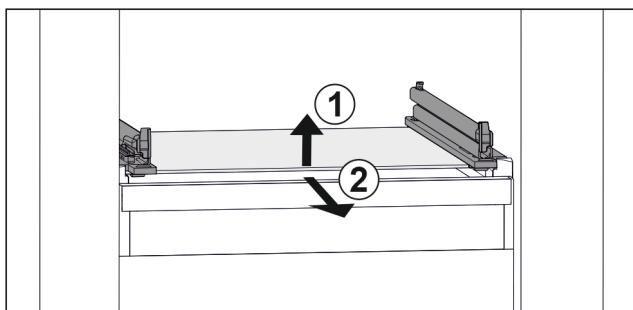

Fig. 41 Приближене відображення скляної пластини
- Підняти скляну пластину спереду. Fig. 41 (1)
- Вийняти скляну пластину рухом вперед. Fig. 41 (2)